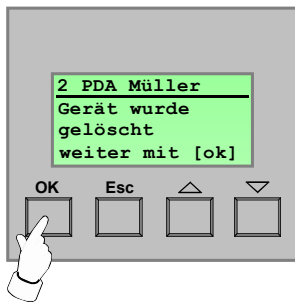

Bild 37: Löschvorgang war erfolgreich
7. Wenn das Endgerät erfolgreich gelöscht wurde (vgl. Bild 37), kann durch Betätigung der Taste "OK" zurück ins BT-Gerätemenü gesprungen werden.